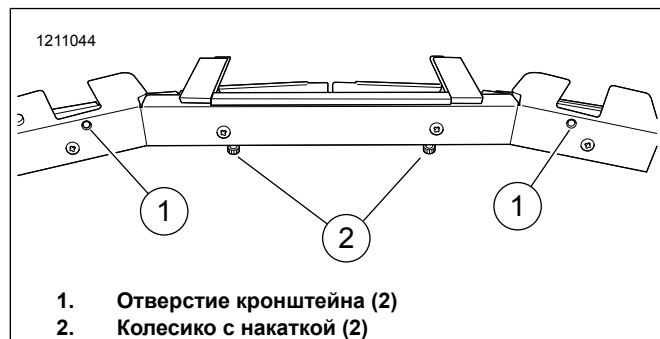

Рисунок 4. Монтажные отверстия кронштейна
- См. рис. 4. Расположите элемент освещения на рабочей поверхности колесиками с накаткой (2) вниз, а отверстиями кронштейна (1) вверх.
- См. рис. 4. Затяните винт монтажного кронштейна (2), закрепив систему освещения на ветровом стекле.